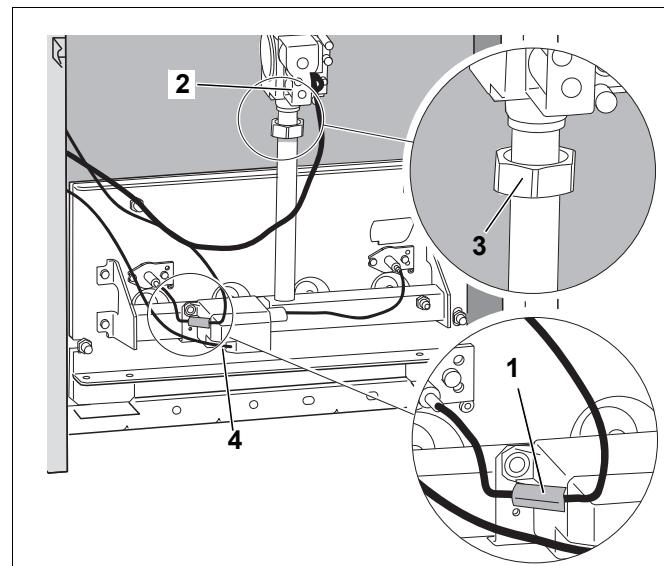

Рис. 38 Демонтаж горелки
- Отсоединить горелку от газовой арматуры в месте резьбового соединения (Рис. 38, **поз. 3**).
- Снять контактный предохранитель (Рис. 38, **поз. 1**) на контролльном кабеле и разъединить штекерное соединение.
- Вынуть штекер запального трансформатора (Рис. 38, **поз. 4**).